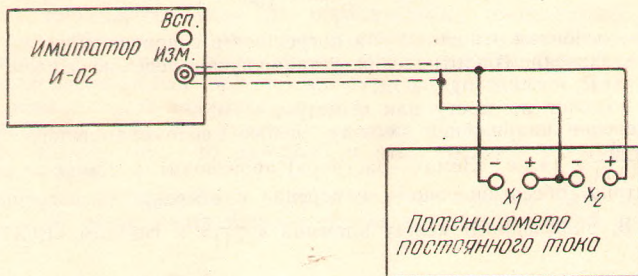

Рис. 8. Схема проверки имитатора И-02
7.5.2. **Опробование.** Опробование проводят на имитаторе, полностью подготовленном к работе в соответствии с настоящим паспортом. При опробовании проверяют наличие выходного напряжения, выдаваемого имитатором, при нажатии любой кнопки переключателя «Еx, mV», при помощи потенциометра, подключенного по схеме, приведенной на рис. 8.
а) Определение пределов и основной абсолютной погрешности установки выходного напряжения имитатора производят по схеме (рис. 8).